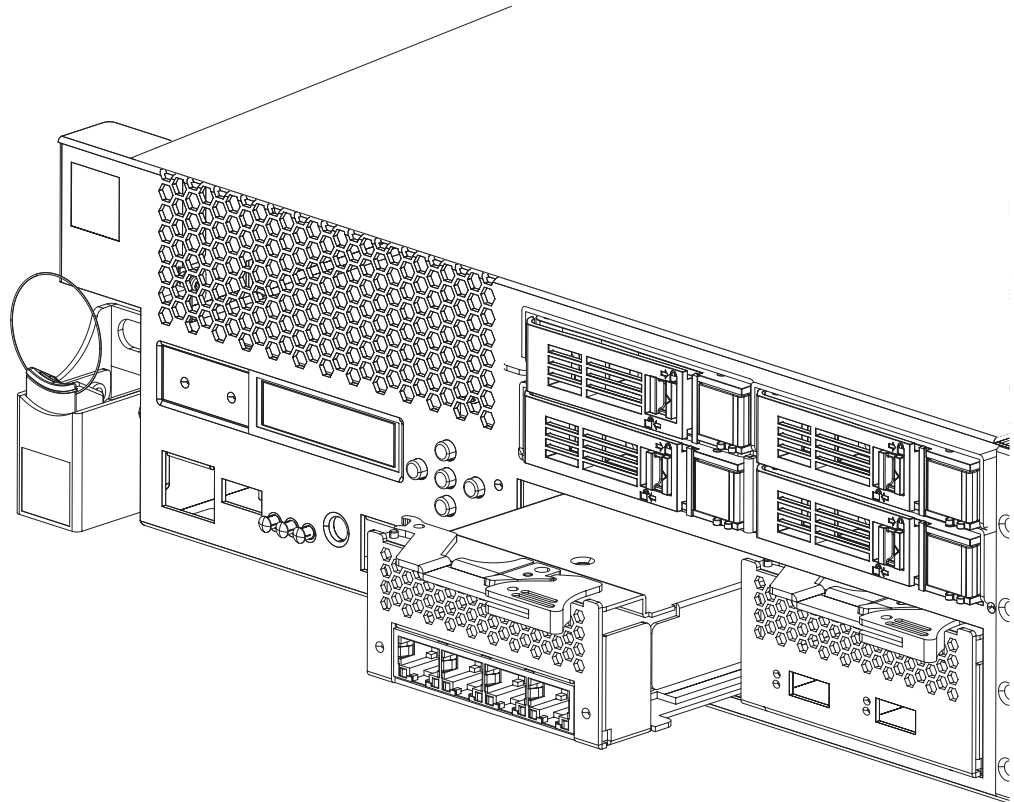

Abbildung 18. Ethernet-Modul entfernen
- Ziehen Sie den Hebel zu sich hin, um die Ethernet-Module herauszuziehen, wie in Abb. 18 dargestellt.